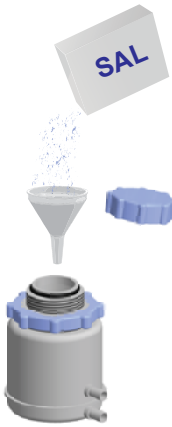

fig. 13
- Con la cuba vacía, si es necesario añada sal con cuidado para que no caiga en la cuba misma. Una alta concentración de sal en la cuba puede comprometer su integridad, así como la vida de la máquina. Llene el depósito, ubicado dentro de la cuba (fig. 13), con sal gruesa de cocina (granos de 1-2 mm - la capacidad máxima del depósito es de 500 gr.).